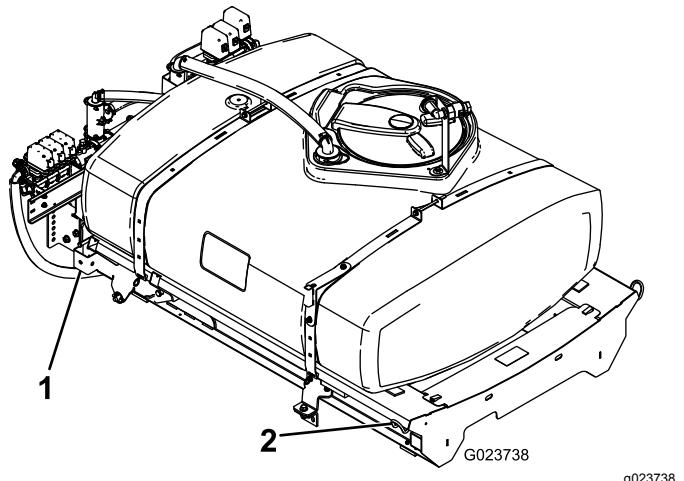

Figura 10
1. Usando un mezzo di sollevamento, alzate il gruppo del telaio di supporto del serbatoio (Figura 10) e posizionatevi sopra il telaio del veicolo con la pompa e i gruppi valvola rivolti verso la parte posteriore.